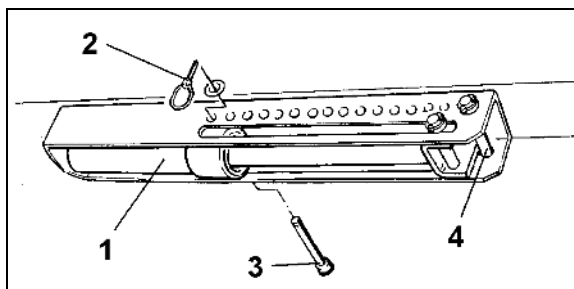
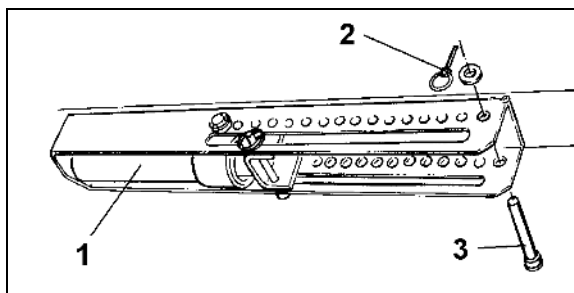
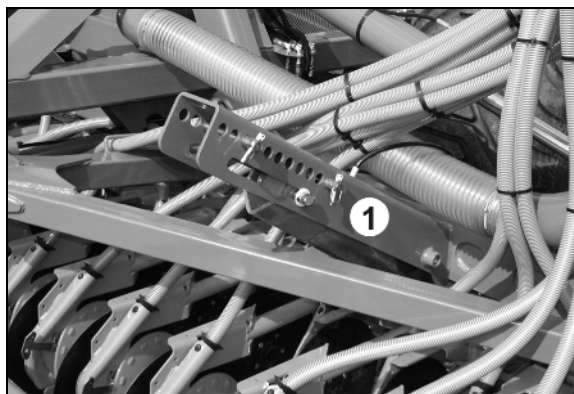

Fig. 81
Fig. 82
Fig. 83
1. Tag fat i RoTeC⁺ - dydbegrænsningsskiven (Fig. 81/1) ved grebet (Fig. 81/2) og tryk dydbegrænsningsskiven (Fig. 82/1) nedefra mod låsen (Fig. 82/2) for RoTeC⁺ - skærret. Ansatsen (Fig. 81/3) skal gribe fat i slidsen (Fig. 82/3).
3. Til indstilling af arbejdsdybden trækkes grebet opad hen over låsen (Fig. 82/4) (Fig. 83).